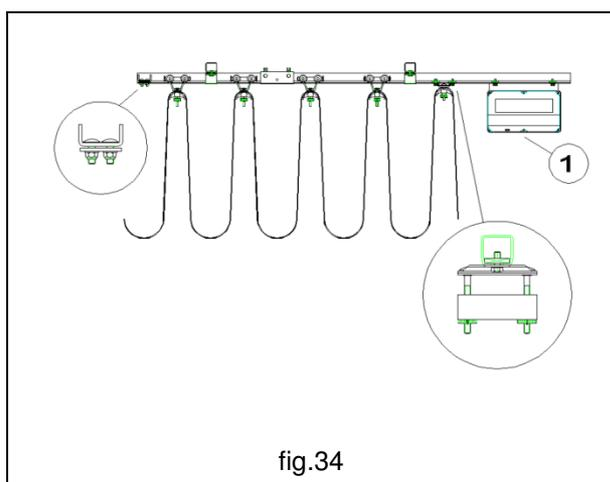

fig.34
7. Insertar los cables festoons en el canal, fijar los sujetadores y el terminal para cable. Comprobar el deslizamiento correcto de los carros en los perfiles y, en su caso, controlar la alineación de los canales en correspondencia con las juntas. Fijar el aparato de rotación **1** al principio del canal (fig. 34).